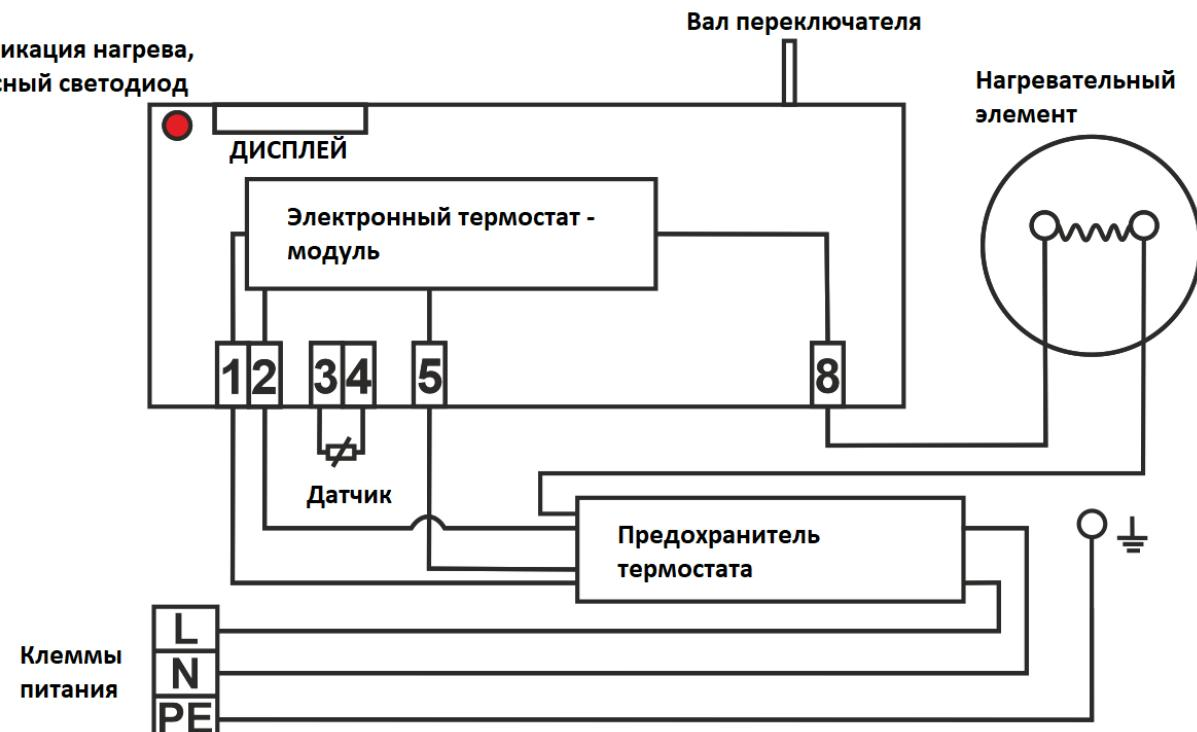

Рисунок 8
Подключение выполните согласно схеме. Подключение, выполненное на заводе, запрещено менять! (Рисунок 8). Степень защиты электрических компонентов водонагревателя - IP 44. Потребляемая мощность электрического нагревательного элемента 2000 Вт (OKNE ONE/E 50-120), 1100 Вт (OKNE ONE/E 30).
- Схема эл. подключения прилагается к водонагревателю на крышке электропроводки (Рисунок 8).